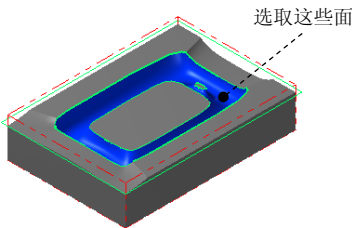

图 23.29 选择加工面
- (1) 在图形区中选取图 23.29 所示的曲面（共 6 个），然后按 Enter 键，系统弹出“刀具路径的曲面选取”对话框。